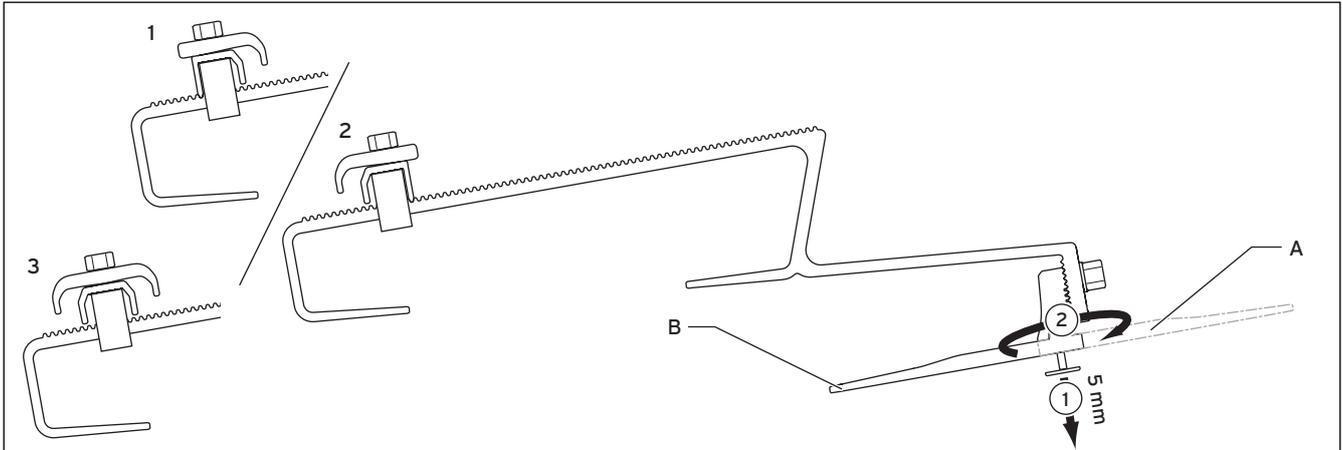

Abb. 5.3 Dachanker Typ P
2. Positionieren Sie den Dachanker. Achten Sie dabei auf die korrekte Position des oberen, mittleren und unteren Dachankers (siehe Abb. 5.3).
3. Hängen Sie den Dachanker an der Dachlatte ein. Achten Sie dabei auf die korrekte Position des oberen, mittleren und unteren Dachankers (siehe Abb. 5.3).
4. Positionieren Sie die mittlere Mutter so, dass sich nach Aufstecken des Ankeroberteils der vordere Auflagebereich auf der Dacheindeckung aufliegt. Achten Sie dabei auf die korrekte Position des oberen, mittleren und unteren Dachankers (siehe Abb. 5.3)